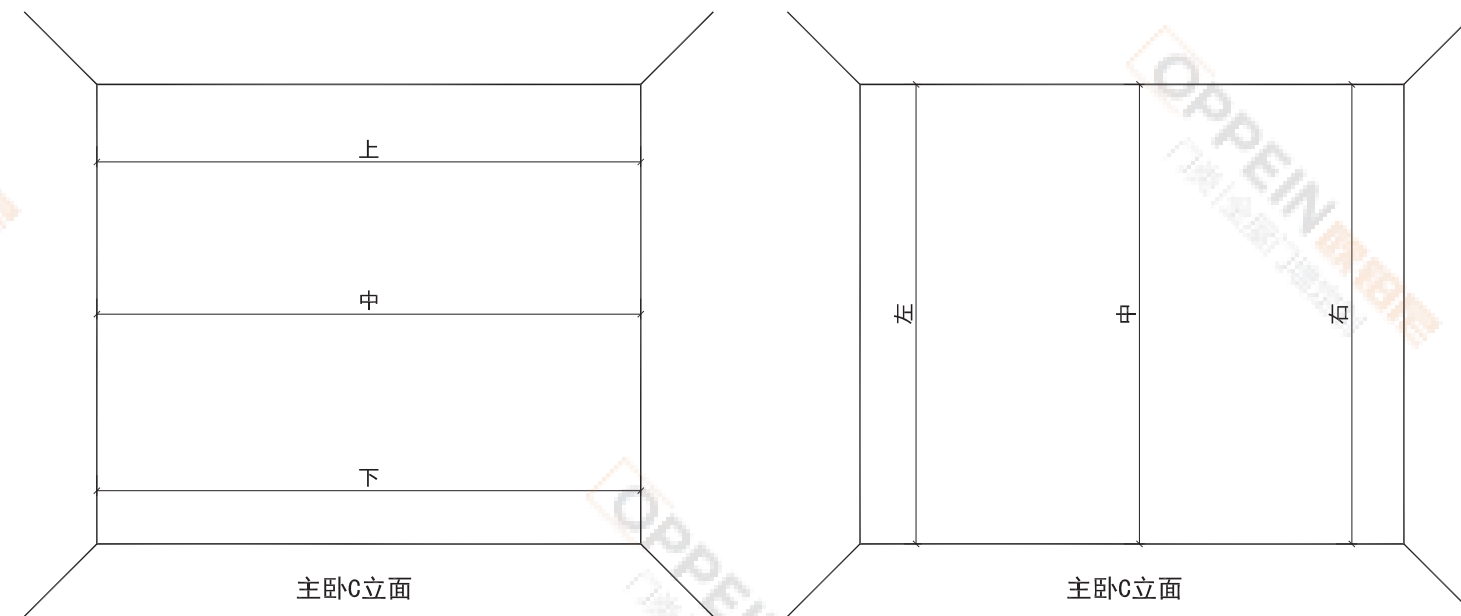

图2-2
(3) 具体立面测量
- a. 普通墙面:需检查前面是否横平、竖直,阴角、阳角是否为90°,测量时,需分别按左中右、上中下多点测量的方式测量,尺寸误差≤5mm,误差在5mm之内的依据最小尺寸,误差大于5mm要对墙面进行调整,避免护墙板安装后缝隙过大(图2-2)。